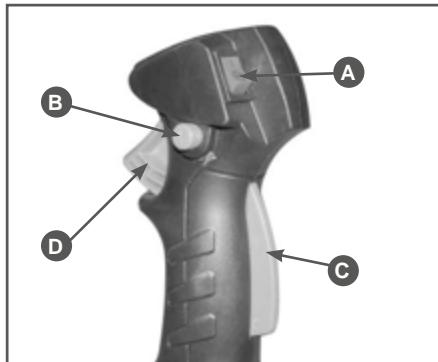

Рис.10 Расположение органов управления на рукоятке
- Выключатель зажигания (А) установите в положение «I» Рис.10. Удерживая стопорный рычаг курка газа (С) Рис.10 нажмите на курок газа (D). Для облегчения запуска зафиксируйте курок газа стопором (В) Рис.10.